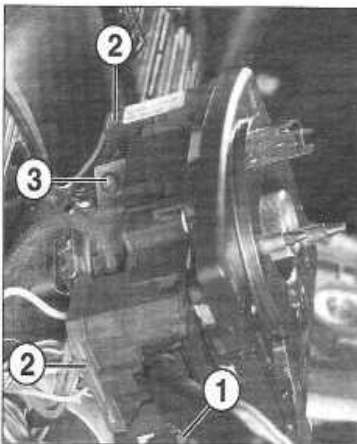

Figure 5-1
- Débrancher les connecteurs (1) du contacteur tournant et (2) des commodos (figure 5-1).
- Desserrer la vis de fixation (3) du commodo puis déposer l'ensemble contacteur tournant-commodos, en veillant à ne pas décaler le contacteur tournant (figure 5-1).